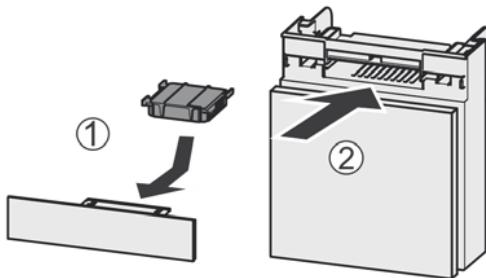

Fig. 87
- Установите фильтр с активированным углем, как показано на рисунке Fig. 87 (1).
- Вставьте отделение Fig. 87 (2).